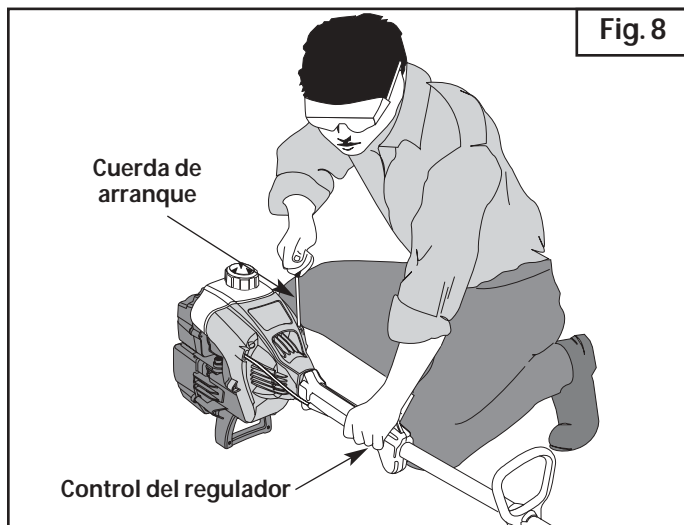

Fig. 8
ADVERTENCIA: Evite los arranques accidentales. Colóquese en posición de inicio cuando tire de la cuerda de arranque (Fig. 8). El operador y la unidad deben estar en una posición estable al arrancar la unidad para evitar graves lesiones personales.
5. Con la unidad en posición de arranque (Fig. 8), apriete el control de aceleración a la posición abierta (aceleración completa). Tire la cuerda de arranque 5 veces vigorosamente mientras permanece en la posición de obturación **COMPLETA (A)** |—| position. Si el motor intenta funcionar antes del quinto tirón, proceda al paso 6.
7. Tire de la cuerda de arranque rápidamente de 1 a 3 veces para arrancar el motor (Fig. 8).
1. Saque la mano del control del regulador (Fig. 8). Deje enfriar el motor en mínima.